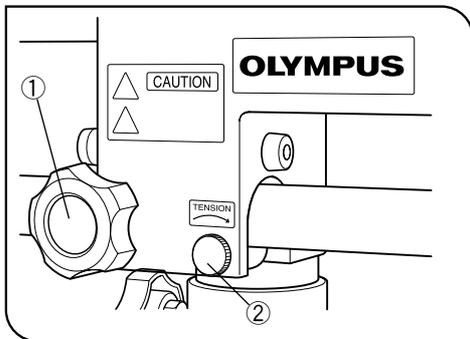

図 16
1) 水平クランプつまみ①をゆるめると水平アームを水平移動させることができます。
水平移動の力量は、水平移動重さ出しつまみ②により調整することができます。矢印の方向に回すと重く、反対側に回すと軽くなります。(図16)